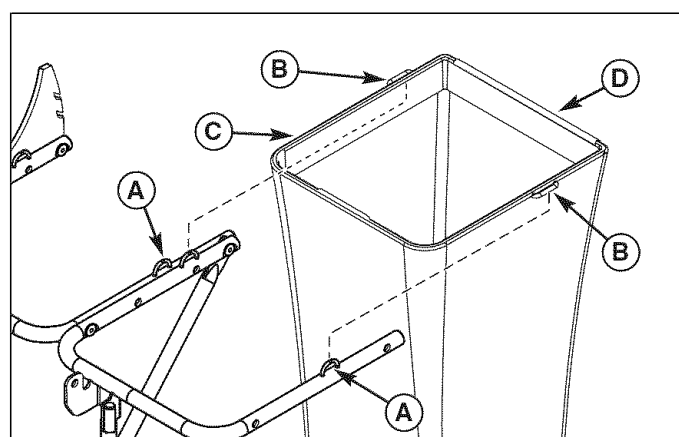

Figura 11. Instalación del Saco
1. Instale el saco (C, Figura 11) con el blanco tubo (C) hacia el criar. Coloque los aros del saco (B) sobre los aros del soporte para saco (A) como se muestra. Repita la operación en el otro lado.